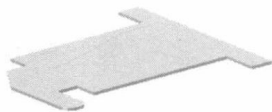
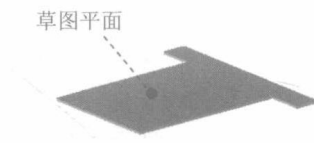
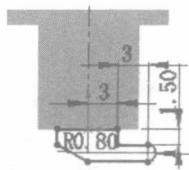

图 1.5 薄片
图 1.6 草图平面
图 1.7 横断面草图 2
Step3. 创建图 1.5 所示的钣金特征——薄片。选择下拉菜单 **插入(I)** → **钣金(B)** → **基体法兰(A)...** 命令 (或单击“钣金”工具栏上的“基体法兰/薄片”按钮 ); 选取图 1.6 所示的模型表面作为草图平面, 在草绘环境中绘制图 1.7 所示的横断面草图, 选择下拉菜单 **插入(I)** → **退出草图** 命令, 退出草绘环境, 此时系统自动生成薄片。